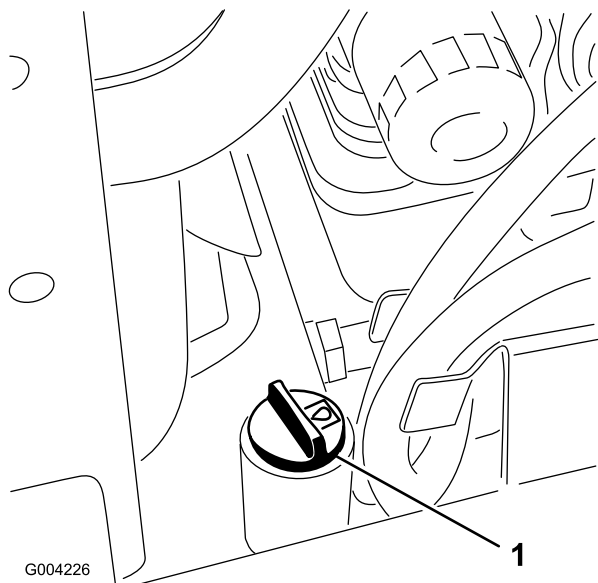

Figura 17
5. Limpie la zona alrededor del cuello de llenado del depósito de aceite hidráulico (Figura 17).